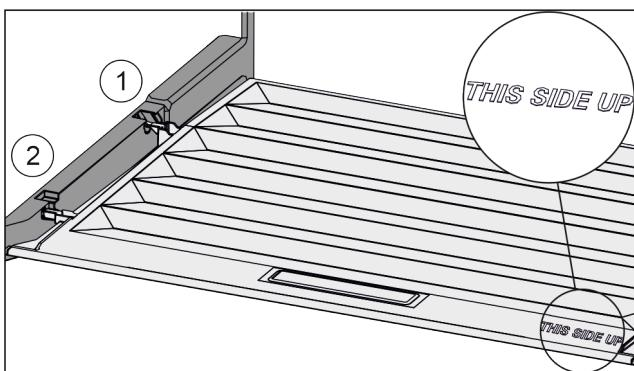

Fig. 138
- Пъхнете шийките на капака през отвора в задния държач Fig. 138 (1) и фиксирайте отпред в държача Fig. 138 (2).